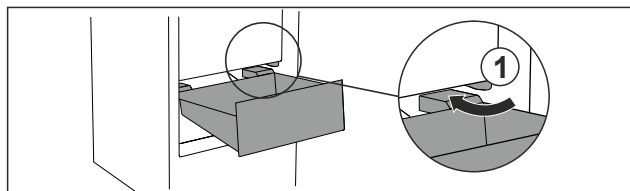

Fig. 98
- ▶ Introducir el cajón inclinado rodeando los toques Fig. 98 (1).